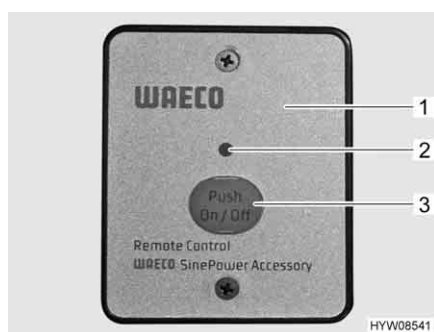

Fig. 123 Interruttore esterno (invertitore)
- Premere il tasto "On/Off" (Fig. 123,3). Il LED (Fig. 123,2) si accende.
- Premere il tasto "On/Off" (Fig. 123,3). Il LED (Fig. 123,2) si spegne.